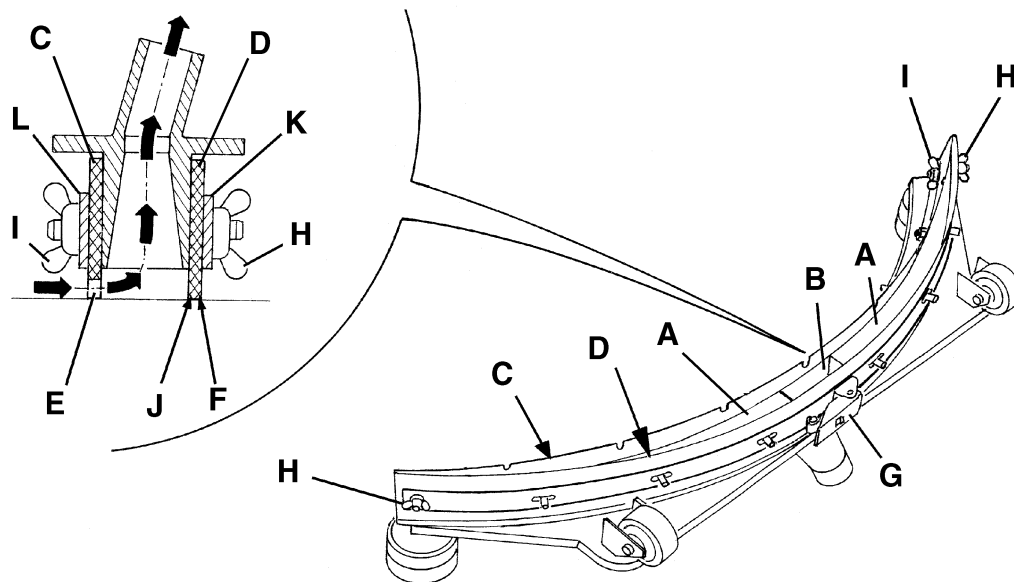
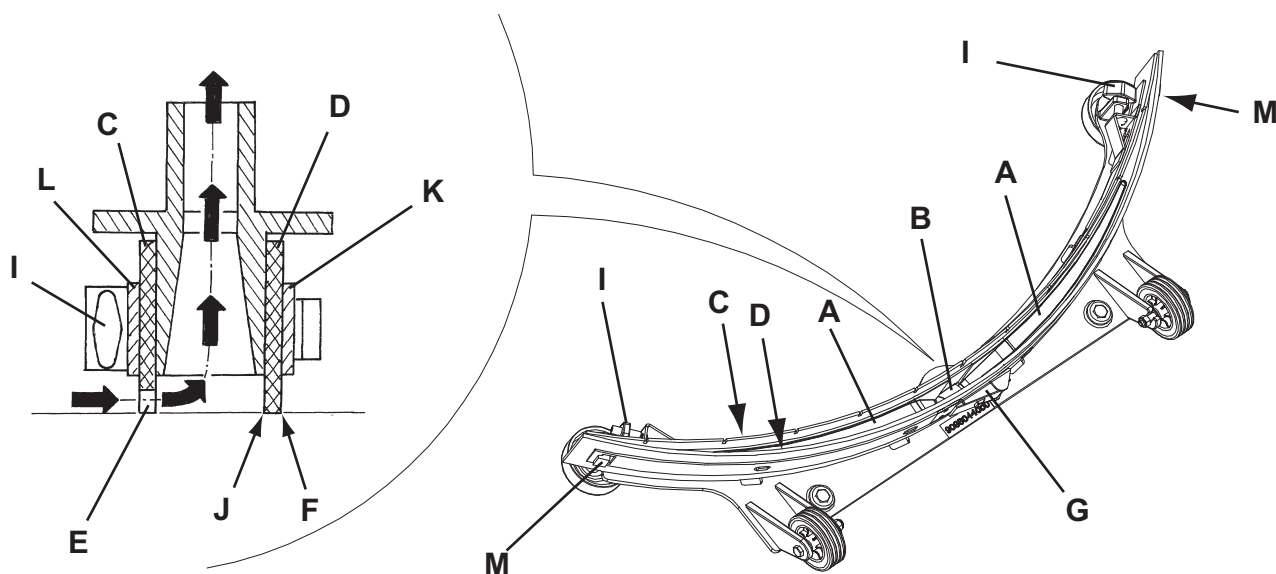

Figure 5
Figure 6
2. Positionner la clé de contact (80) sur "0".
3. Baisser l'embouchure (25) au moyen du levier (10).
4. Desserrer les boutons (26) et déposer l'embouchure (25).
5. Déconnecter le tuyau d'aspiration (15) de l'embouchure.
6. Laver et nettoyer l'embouchure en acier (Fig. 5) ou en aluminium (Fig. 6). Nettoyer en particulier les compartiments (A, Fig. 5 ou 6) et l'orifice (B). Contrôler que la lamelle en caoutchouc avant (C) et la lamelle en caoutchouc arrière (D) sont intactes et qu'elles ne présentent pas de coupures ou déchirures ; dans le cas contraire, les remplacer (voir la procédure au paragraphe suivant).
- Nettoyer l'embouchure en acier (Fig. 5) ou en aluminium (Fig. 6) comme indiqué au paragraphe précédent.
- Contrôler que les bords (E, Fig. 5 ou 6) de la lamelle en caoutchouc avant (C) et les bords (F) de la lamelle en caoutchouc arrière (D) se posent simultanément sur le marbre de contrôle, et en toute leur longueur ; dans le cas contraire, régler leur hauteur en procédant selon les instructions suivantes :
- Dégager le tirant (G, Fig. 5 ou 6) et desserrer les écrous papillons (H, Fig. 5) ou décrocher les dispositifs de retenue (M, Fig. 6) ; régler la lamelle en caoutchouc arrière (D, Fig. 5 ou 6), puis serrer les écrous papillons ou accrocher les dispositifs de retenue et engager le tirant.
- Desserrer les boutons (I) et régler la lamelle en caoutchouc avant (C, Fig. 5 ou 6), puis serrer les boutons.
- Contrôler que la lamelle en caoutchouc avant (C, Fig. 5 ou 6) et la lamelle en caoutchouc arrière (D) sont intactes et qu'elles ne présentent pas de coupures ou déchirures ; dans le cas contraire, les remplacer en procédant comme suit. Contrôler que l'arête (J) de la lamelle en caoutchouc arrière n'est pas usée ; en cas contraire, tourner la lamelle en caoutchouc, en remplaçant l'arête usée avec l'une des trois arêtes intactes. Si toutes les arêtes sont usées, remplacer la lamelle en caoutchouc en procédant comme suit :
- Dégager le tirant (G), déposer les écrous papillons (H) ou décrocher les dispositifs de retenue (M), remplacer la bande de retenue (K) et remplacer / tourner la lamelle en caoutchouc arrière (D).
- Dévisser les boutons (I) et déposer la bande de retenue (L), puis remplacer la lamelle en caoutchouc avant (C).
- Connecter le tuyau d'aspiration (15) à l'embouchure.
- Reposer l'embouchure (25) et serrer les boutons (26).
- Si besoin est, régler le bouton de réglage (27) de l'équilibrage de l'embouchure.